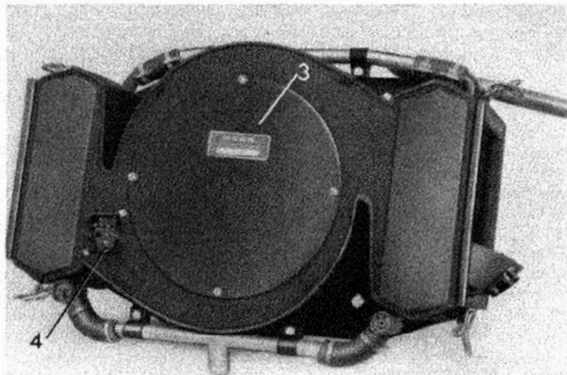

Bild 83-10/1
2. Kontaktplatte (4) für den Gebläsemotor abschrauben (Bild 83-10/1).